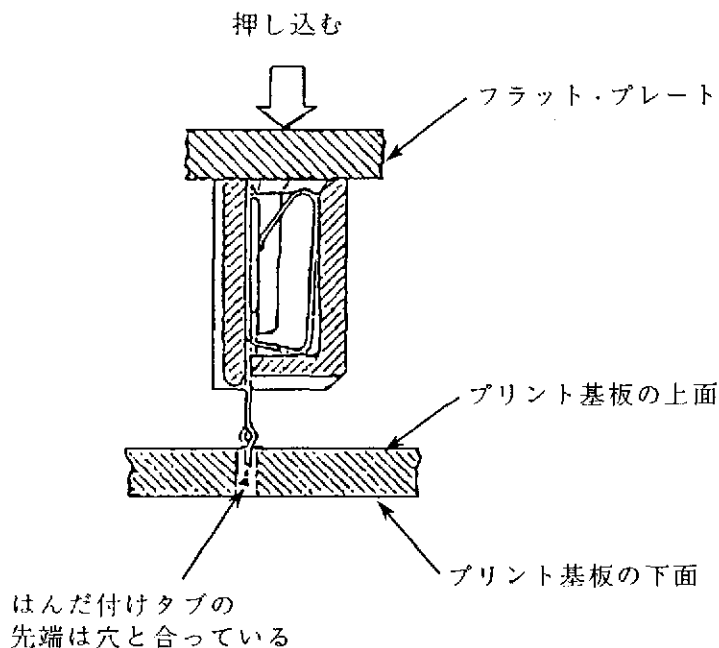

Fig. 7
- (1) Fig. 7に示すように、はんだ付けタブの先端をプリント基板の穴に合わせる。
- (2) フラット・ケーブルをコネクタのケーブル挿入部の上に正しく置くこと。
- (3) プリント基板とフラット・プレートに対して直角に押込み力を加え、コネクタが基板にパチンと固定し落着くようにすること。
- (4) コネクタはプリント基板上部にしっかりと固定され、はんだ付けタブの先端はすべてプリント基板下面に突き出していること。